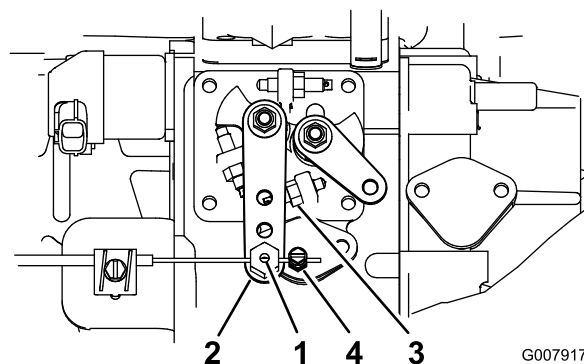

Figura 63
3. Mantenha a alavanca contra o bloqueio intermédio superior (Figura 63).
2. Desaperte o dispositivo de ligação, no cabo do regulador, junto da alavanca da bomba de injeção (Figura 63).